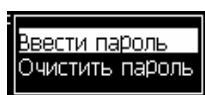
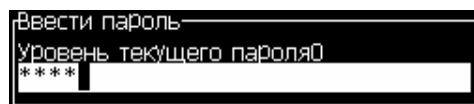

Рисунок 4-2: Ввод пароля
Рисунок 4-3: Пароль уровня доступа "0"
- 2 Нажмите кнопки "Alt" + "w". Выберите опцию "Enter Password" (ввод пароля) (смотрите Рисунок 4-2), и нажмите кнопку "Enter" (ввод). Появится окно "Enter Password" (ввод пароля) (смотрите Рисунок 4-3).